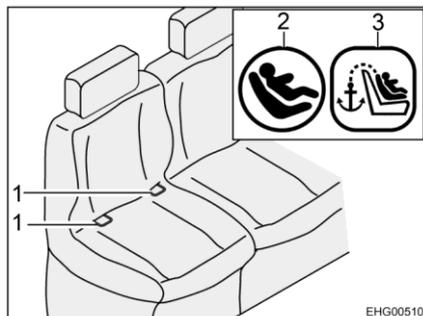
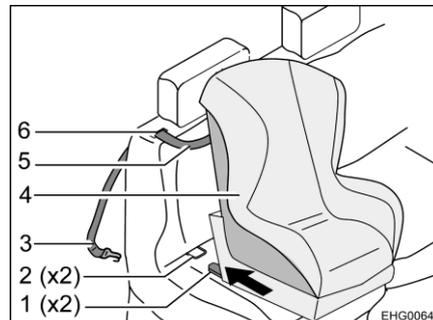

Fig. 12 Sedile con Isofix
Fig. 13 Fissaggio con Top Tether
- Far passare la cintura Top Tether (Fig. 13,5) nella fessura (Fig. 13,6) nel cuscino dello schienale (accanto al poggiatesta).
- Agganciare il gancio di fissaggio (Fig. 13,3) al punto di ancoraggio sul retro del sedile del veicolo.
- Innestare i braccetti di ritenuta (Fig. 13,1) nella staffa di supporto (Fig. 12,1 e Fig. 13,2). Al momento dell'innesto dovrebbe essere possibile sentire un "clic".
- Scuotere con decisione il seggiolino per bambini (Fig. 13,4) per verificare che sia ben fissato.